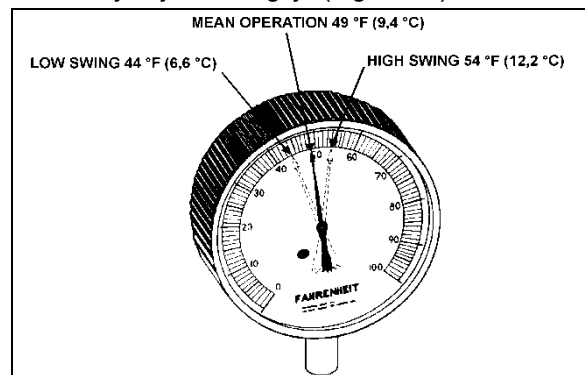

FIGURA 58: OSCILACIÓN DE TEMPERATURA ALTA Y BAJA EN BULBO REMOTO
6. Verifique aproximadamente 5 lecturas de presión en intervalos de 2 minutos y conviértalas en temperatura utilizando la tabla de presión de vapor. Asimismo, verifique la lectura de temperatura en el bulbo remoto en los mismos intervalos de 2 minutos y registre las lecturas de oscilación alta y baja de la aguja (Figura 58).